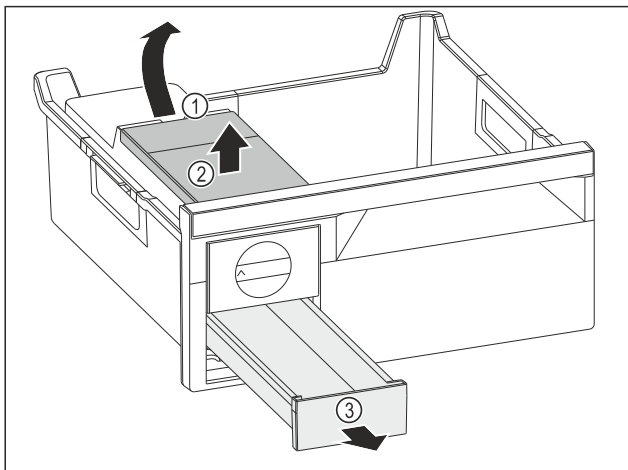

Fig. 171
- ▶ Estrarre il serbatoio dell'acqua: Sollevare il serbatoio dell'acqua nel vano Fig. 171 (1).
- ▶ Estrarre il serbatoio dell'acqua Fig. 171 (2) verso l'alto.
- ▶ Estrarre il cassetto del ghiaccio Fig. 171 (3) in avanti.